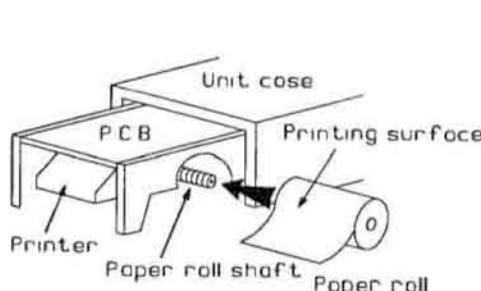

FIGURE1
2. Наружная и внутренняя поверхности бумаги отличаются друг от друга. Печать производится на наружной поверхности. Установите рулон на ось. (Рис. 1.).